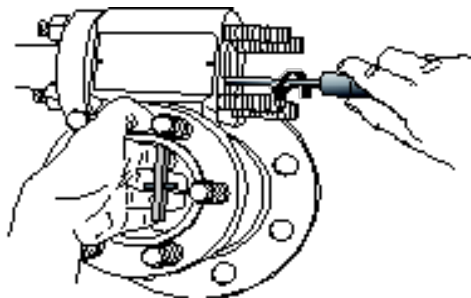

Figura 23
Para remover o deslocador, o braço de torque deve ser removido. Quando os dois parafusos de braço (133) estiverem soltos, segure o braço de torque para não danificar o tubo de torque (Figura 23).
- Remova o flange superior (146) e o flange cego (144).
- Baixe o braço de torque (135) e desenganche o deslocador (130). Um fio de aço em forma de gancho de 3 mm facilita o desengate e a fixação do deslocador. O fio pode ser inserido através do orifício da chave.
- Remova os dois parafusos do braço de torque (133) e remover o braço de torque (135) da câmara.
- Remova o deslocador da sua câmara (131) ou tanque.
- Certifique-se de que os requisitos para instrumentos instalados em áreas explosivas são rigorosamente seguidos. Remova o parafuso (106) do compartimento de conexão e desenrosque a tampa (104). Desligue os fios elétricos e outros equipamentos dos terminais (90).
- Remova as porcas (142) que seguram o subconjunto do tubo de torque e faça deslize o subconjunto para fora da câmara do mecanismo.
Para a instalação, inverter o procedimento descrito para remover uma caixa DLT e um subconjunto de tubo de torque (seção 9.3). Recomenda-se o uso de novas juntas (143 -149) quando a instalação for realizada(consulte figura 23).